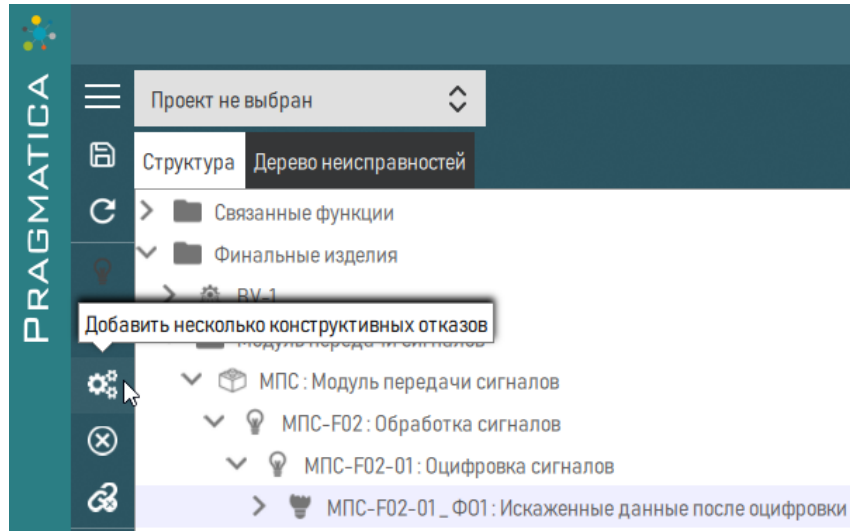

Рисунок 232 – Добавить несколько причин функционального отказа
19) При необходимости создать связи нескольких причин отказа с функциональным отказом, выбрать функциональный отказ и нажать кнопку  «Добавить несколько конструктивных отказов», расположенную слева на панели (рисунок 232).